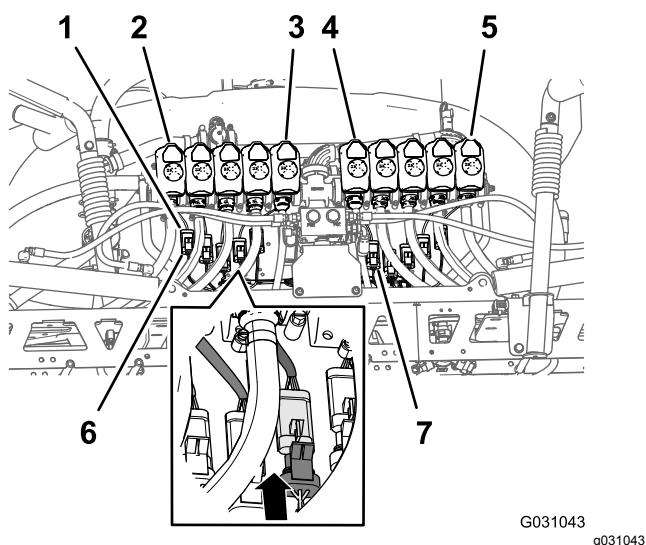

Figure 113
1. Acheminez les connecteurs à 3 douilles de la branche de 218,4 cm du faisceau identifié par **Nozzle Valve 1** (vanne de buse 1) à **Nozzle Valve 5** (vanne de buse 5) à l'arrière du support des 10 vannes et sous les vannes 1 à 5 (Figure 113).
2. Acheminez les connecteurs à 3 douilles de la branche de 218,4 cm du faisceau identifiés par **Nozzle Valve 6** (vanne de buse 6) à **Nozzle Valve 10** (vanne de buse 10) à l'arrière du support des 10 vannes et sous les vannes 6 à 10 (Figure 113).
connecteur à 3 broches du faisceau de la vanne de buse 1 (Figure 113).
4. Répétez l'opération 3 pour les positions de vanne de buse 2 à 10 (Figure 113).